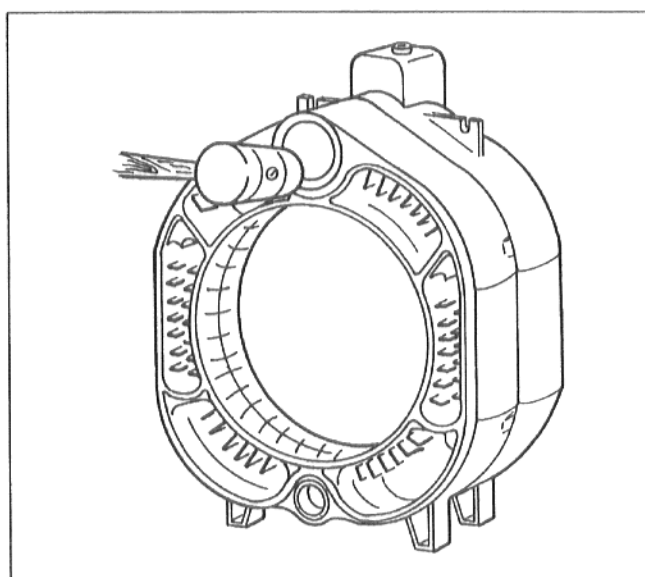

рис. 13
- Вставить верхнюю и нижнюю ступицу первой средней секции в ниппели задней секции. Слегка постукивая деревянным молотком или молотком из твердой резины, придвинуть первую среднюю секцию к задней секции (рис. 13).